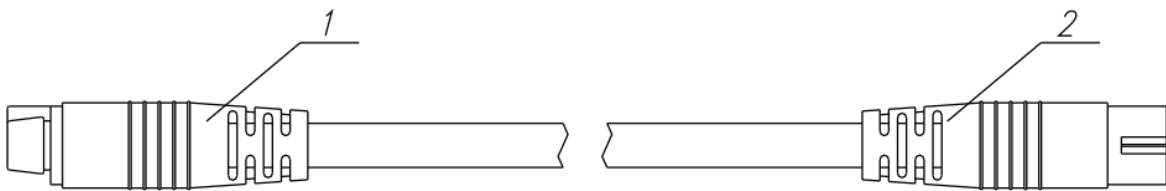

Рисунок 3.5 Кабель-удлинитель для измерительного преобразователя
Преобразователь, *Рисунок 3.4*, можно подключить к измерительному блоку с помощью кабеля-удлинителя (см. *Рисунок 3.5*).
- 4.3 Подключить измерительный преобразователь температуры и влажности к измерителю (при комплектации) напрямую или соединительным кабелем (см. Рисунок 3.5).